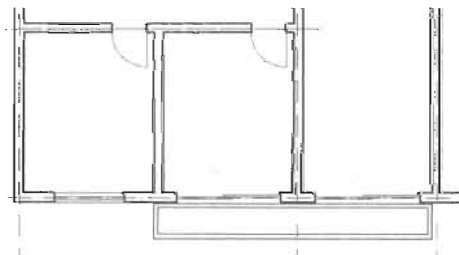

图 5-168
选择要偏移的对象, 或 [退出 (E) / 放弃 (U)] <退出>: ✓ // 结果如图 5-168 所示